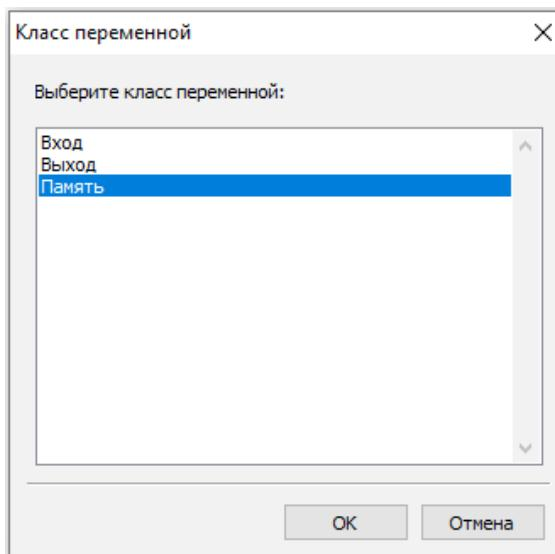

Рисунок 6.3 – Диалог выбора класса переменной
- после выбора необходимой переменной и нажатия кнопки «OK» будет выдано диалоговое окно выбора класса переменной: Вход, Выход, Память (рисунок 6.3);